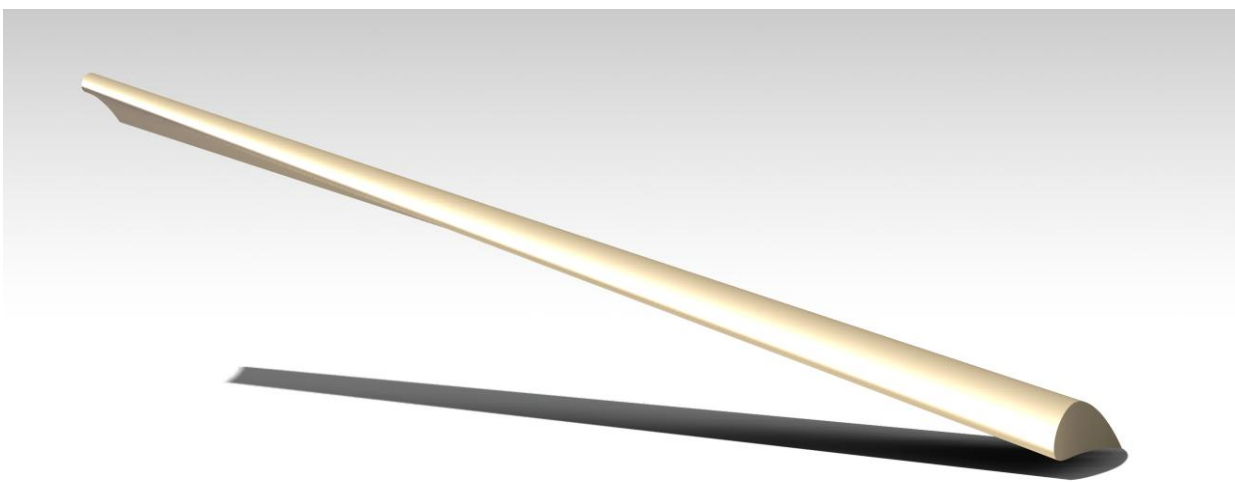

Figura 53. Ejemplo del resultado final de crear una semiala izquierda
- ANEXO 4 y 7 → Contiene las líneas de código necesarias para crear la semiala izquierda en superficie y sólida respectivamente. En ambos ANEXOS se tiene prácticamente el mismo código, la mayor diferencia es que en el ANEXO 7 se incluye la operación *Close Surface* para convertir la semiala, que al principio estará en superficie, en sólida. Esto es así ya que como se explicó en el apartado 1.6 resulta conveniente realizar todas las operaciones posibles dentro del módulo *Wireframe and Surface Design* realizando en último lugar las operaciones correspondientes al módulo *Part Design* que no se hayan podido realizar en el anterior módulo. En este caso solo se utiliza la herramienta *Close Surface* de dicho módulo. En la Figura 53 se puede ver un ejemplo del resultado final de crear una semiala izquierda. Dicho resultado es aparentemente el mismo para semialas en superficie y sólidas, la única diferencia entre ambas es que una esta hueca y la otra no.